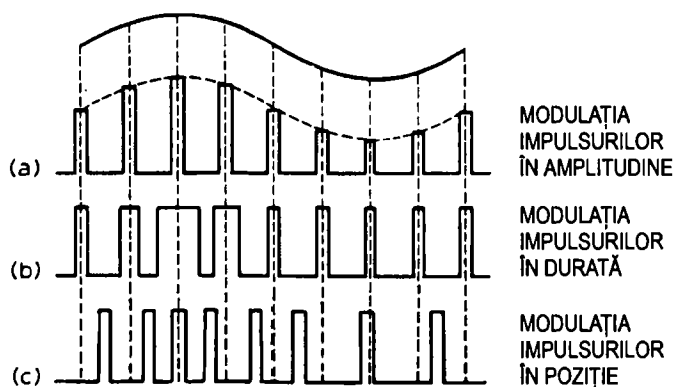

Figura 16.1 Modulația impulsurilor
1. **Modulația impulsurilor în amplitudine (MIA)** – prin care amplitudinea impulsurilor se modifică în funcție de semnal (figura 16.1(a)).
2. **Modulația impulsurilor în durată (MID)** – prin care durata impulsurilor se modifică în funcție de semnal (figura 16.1(b)).
3. **Modulația impulsurilor în poziție (MIP)** – prin care poziția impulsurilor se modifică în funcție de semnal (figura 16.1(c)).